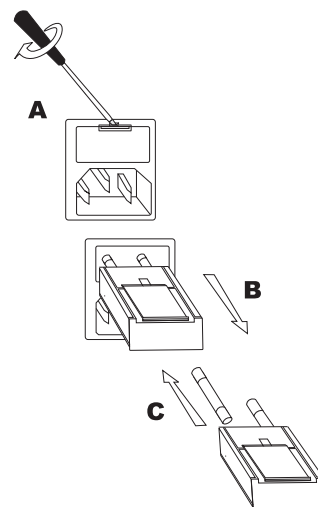

Fig. 9-1 Apertura del portafusibili
5. Estrarre il portafusibili come illustrato nella Fig. 9-1 "Apertura del portafusibili".